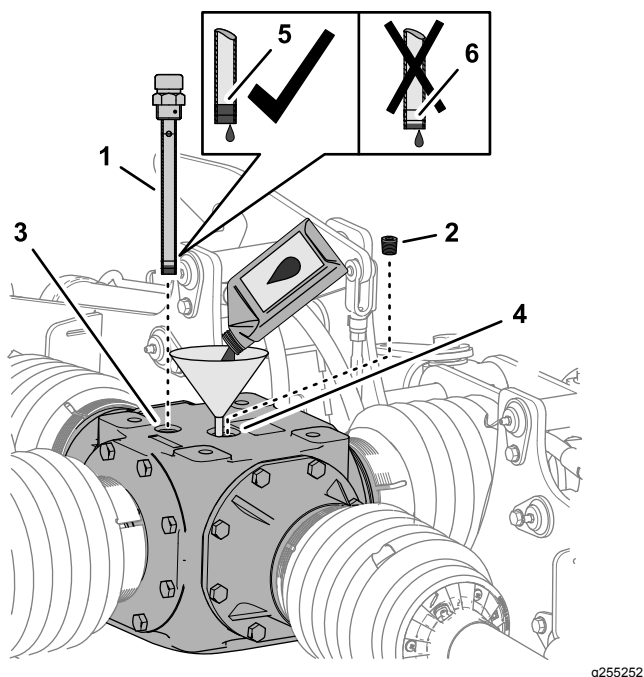

Рисунок 61
1. Извлеките масломерный щуп из отверстия в верхней части среднего редуктора и на чисто протрите щуп (Рисунок 61).
2. Выверните пробку из заливного отверстия в верхней части редуктора (Рисунок 61).
3. Долейте 2484 мл трансмиссионного масла указанного типа в редуктор через заливное отверстие (Рисунок 61).
4. Заверните масломерный щуп в отверстие, выверните щуп и проверьте уровень масла по щупу (Рисунок 61).
6. Заверните масломерный щуп в заливное отверстие и затяните его (Рисунок 61).
7. Заверните пробку в заливное отверстие и затяните ее (Рисунок 61).